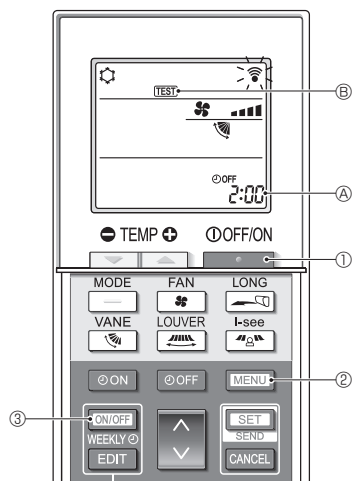

Abb. 7-5
7.2.2. Verwendung der drahtlosen Fernbedienung (Abb. 7-5)
■ Testlauf (Abb. 7-5)
- Drücken Sie die Taste ①, um die Klimaanlage anzuhalten.
- Wenn der Wochen-Timer aktiviert ist (**WEEKLY** eingeschaltet ist), drücken Sie die Taste ③, um ihn zu deaktivieren (**WEEKLY** ist ausgeschaltet).
- Drücken Sie die Taste ② 5 Sekunden lang.
- Drücken Sie die Taste ②.
- TEST** ④ leuchtet auf und das Gerät tritt in den Testlaufmodus ein.